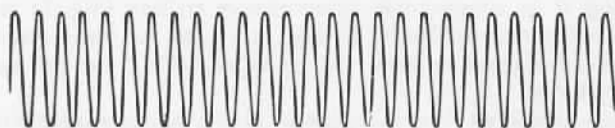

Fig. 2a
Moduleren kan op verschillende manieren plaatsvinden. Tot ongeveer 1949 werd voor de omroepzenders uitsluitend amplitude-modulatie (AM) toegepast, hetgeen als volgt kan worden beschreven. Indien géén laagfrequentie-signaal aanwezig is, zal een amplitudegemoduleerde zender een constante hoogfrequentie-trilling uitzenden, waarvan dus noch de frequentie, noch de sterkte (amplitude) zich wijzigen (fig. 2a). Dit vindt plaats, b.v. in een zenderpauze, wanneer dus geen spraak of muziek worden uitgezonden. Omdat de hoogfrequentie-trilling straks het laagfrequentie-signaal als het ware gaat dragen, wordt deze meestal draaggolf genoemd. Zodra deze draaggolf amplitudegemoduleerd wordt, d.w.z. gecombineerd met het laagfrequentie-signaal, gaat de amplitude (de sterkte) variëren terwijl de frequentie constant blijft (fig. 2b).